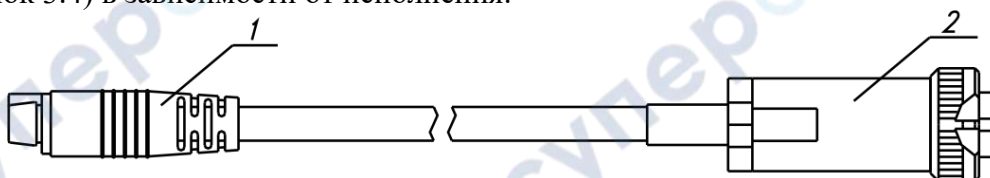

Рисунок 3.4 Соединительный кабель для измерительных преобразователей, приведенных в **ПРИЛОЖЕНИИ В** в пунктах **2, 3, 5, 8**;
Преобразователи при необходимости подключаются к измерительному блоку с помощью встроенного кабеля, кабеля-удлинителя (см. рисунок 3.3) или соединительного кабеля (см. рисунок 3.4) в зависимости от исполнения.
- 4.3 Соединить измерительный блок и измерительный преобразователь, при необходимости, воспользовавшись кабелем-удлинителем (см. рисунок 3.3) или соединительным кабелем (см. рисунок 3.4) в зависимости от исполнения преобразователя. В случае если анализируемая среда предполагает содержание механической пыли, паров масла принять меры по их устранению.